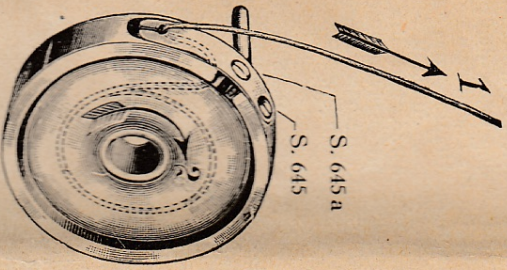

Fig. 5.
Rechtsdrehung der Schraube S 645a (Fig. 5) an der Spulenkapfel ergibt stärkere, Linksdrehung schwächere Spannung für den Unterfaden. Die Drehung der Schraube S 645a soll jedesmal höchstens  $\frac{1}{4}$  Drehung oder noch weniger betragen.
- ob die Spule nicht richtig in der Spulenkapsel liegt und sich nicht in entgegen-gesetzter Richtung wie der Greifer dreht (Fig. 5),